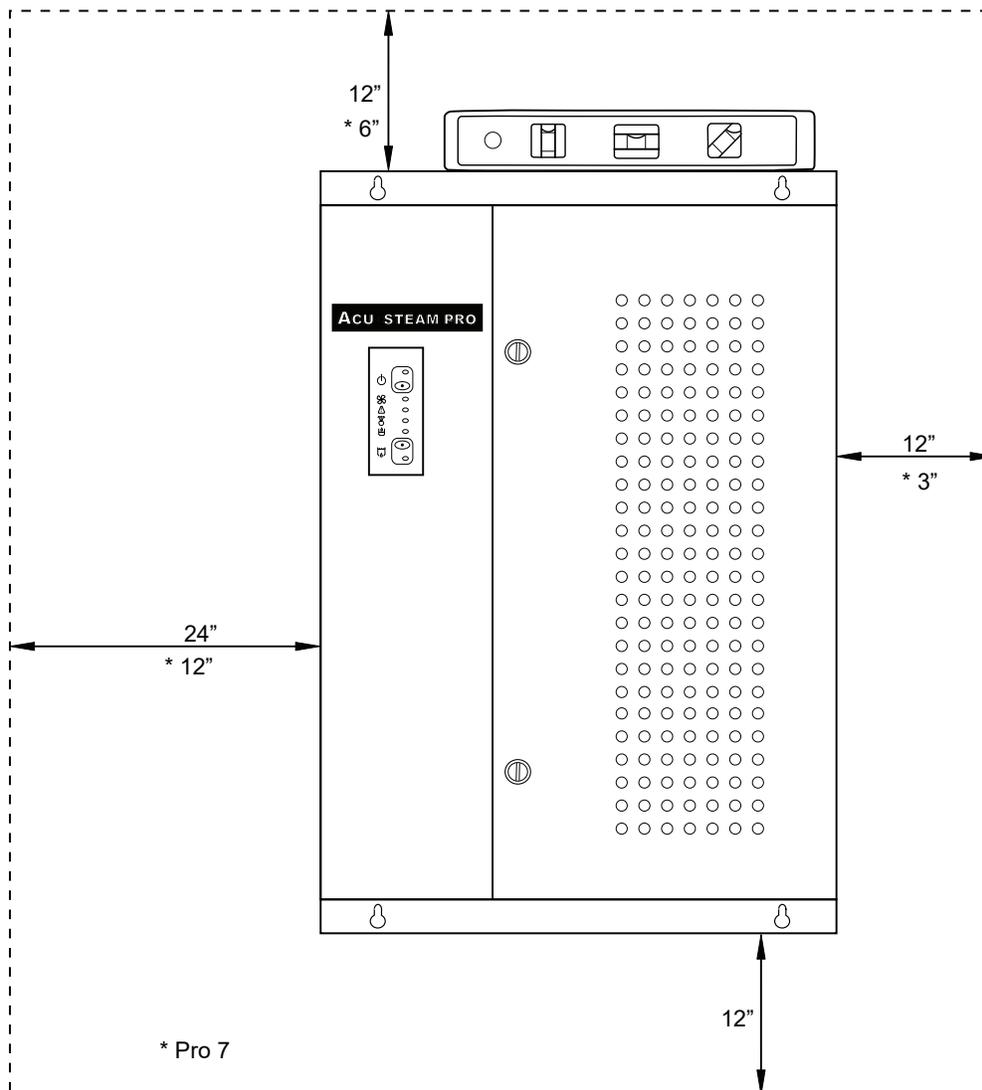

Fig. 6a
- 6.4 L'appareil doit être installé sur une paroi verticale. Voir Fig. 6a. pour l'espace requis autour de l'humidificateur